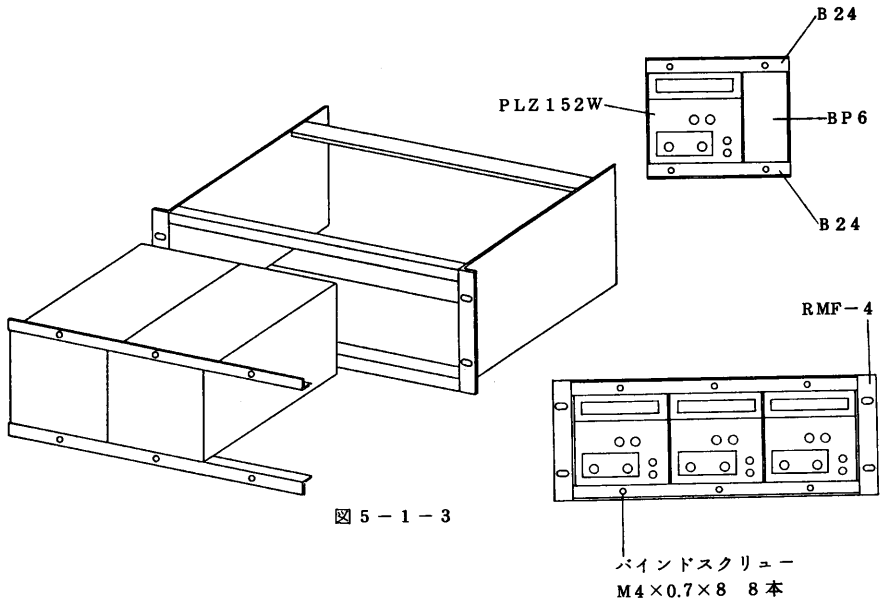

図 5-1-3
(3) RMF-4 (RMF-4M) 形へ図 5-1-3 のように取付けます。